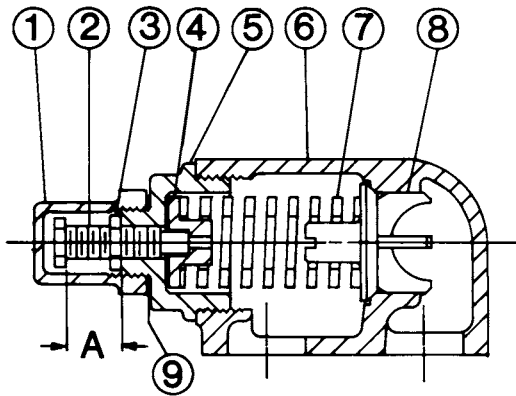

ABBILDUNG 15
2. Die Gewindelänge der Stellschraube messen und notieren. Siehe Maß „A“ in **Abbildung 15** und **16**.